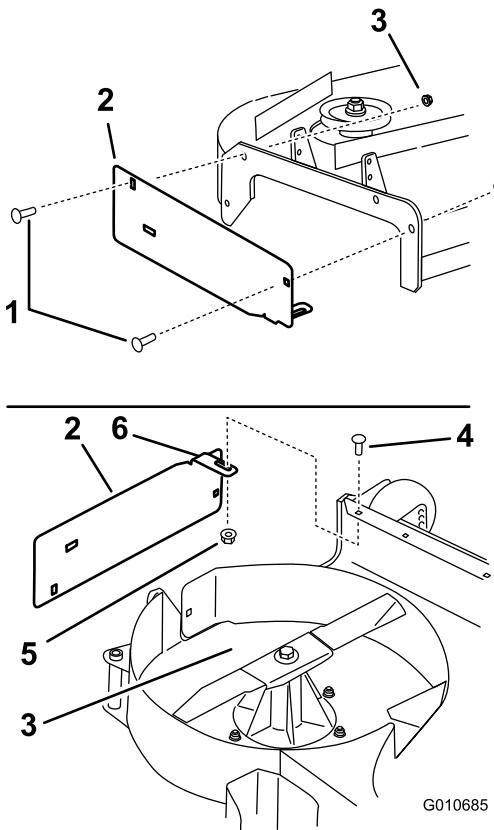

Figure 8
- Montez la plaque d'éjection à l'extérieur du support à l'aide de 2 boulons de carrosserie (3/8 x 1-1/4 po) et 2 écrous à (petite) embase (3/8 po) (Figure 8).
- Installez la languette à l'intérieur du tablier de coupe avec 1 boulon de carrosserie (5/16 x 7/8") et 1 écrou à (petite) embase (5/16") (Figure 8).